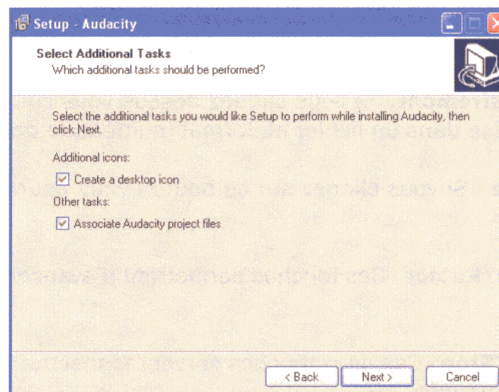
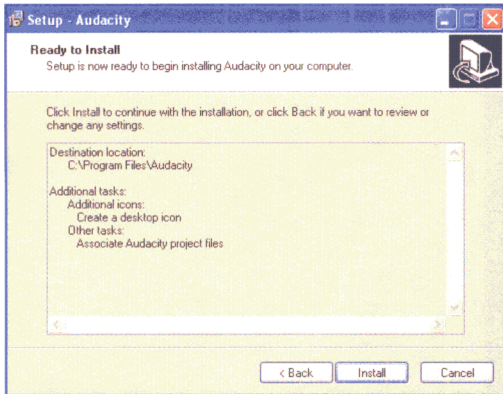

Figure 6 : Quand vous avez cliqué sur Next dans la fenêtre de la figure 5, ce nouvel écran apparaît dans lequel vous n'avez qu'à cliquer sur Install.
Figure 7 : Le processus d'installation du programme commence (souligné par la progression de la barre d'applet).
**Figure 6 :** Cliquez sur l'option Qualité et ce nouvel écran s'affiche, vous devez y sélectionner «16 bits» en face de Format choisi. Laissez en revanche telles quelles toutes les autres indications.
**Figure 7 :** Après avoir cliqué sur OK dans la fenêtre de la figure 6, l'écran principal du programme Audacity apparaît, vous devez y cliquer sur la touche Enregistrer (voir figure 2) pour commencer l'enregistrement du morceau de musique choisi. Vous verrez s'afficher le tracé du signal audio et défiler de gauche à droite en temps réel.